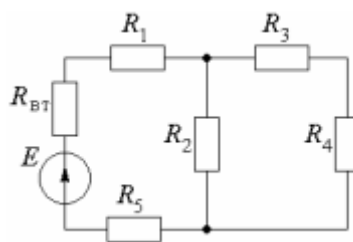

Рисунок 2
5. Для схемы (рис. 2) заданы: $R_1 = 2$ Ом; $R_2 = 30$ Ом; $R_3 = 12$ Ом; $R_4 = 8$ Ом; $R_5 = 1,5$ Ом; $E = 160$ В; $R_{\text{вт}} = 0,5$ Ом. Определить токи во всех элементах схемы.